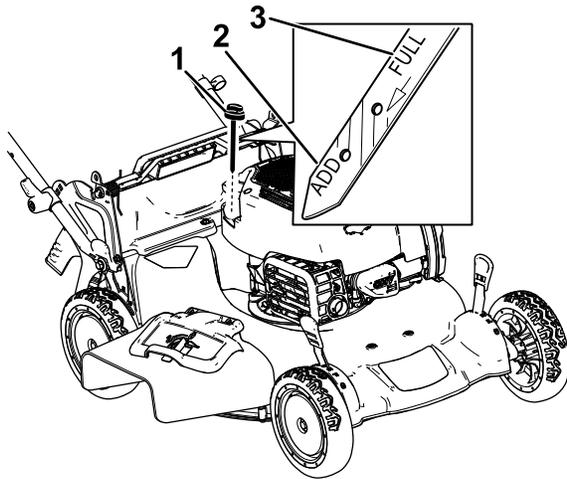

Figura 12
2. Girate il tappo in senso antiorario ed estraete l'asta di livello (Figura 12).
5. Controllate il livello dell'olio sull'asta (Figura 12).
- Se il livello di olio dell'asta è troppo basso (Figura 12), versate con cura una piccola quantità di olio detergente SAE 30 o SAE 10W-30 nel tubo di riempimento dell'olio, attendete 3 minuti e ripetete gli step da 3 a 5 finché il livello dell'olio sull'asta non risulta corretto.
- Se il livello dell'olio sull'asta è troppo alto (Figura 12), drenate l'olio in eccesso finché il livello dell'olio sull'asta non risulta corretto; fate riferimento a Cambio dell'olio motore (pagina 24).